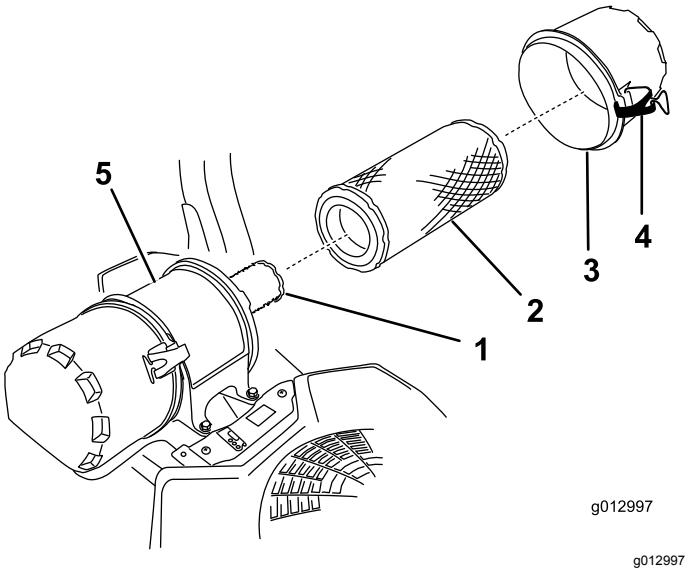

Figure 46
6. Ouvrez les dispositifs de verrouillage du filtre à air et détachez le couvercle du boîtier du filtre (Figure 46).
8. Sortez le préfiltre du boîtier du filtre avec précaution (Figure 46).
- Si vous remplacez l'élément intérieur, insérez-le avec précaution dans le boîtier du filtre (Figure 46).
- Placez ensuite le préfiltre sur l'élément de sécurité avec le même soin (Figure 46).
- Remettez en place et verrouillez le couvercle du filtre à air (Figure 46).